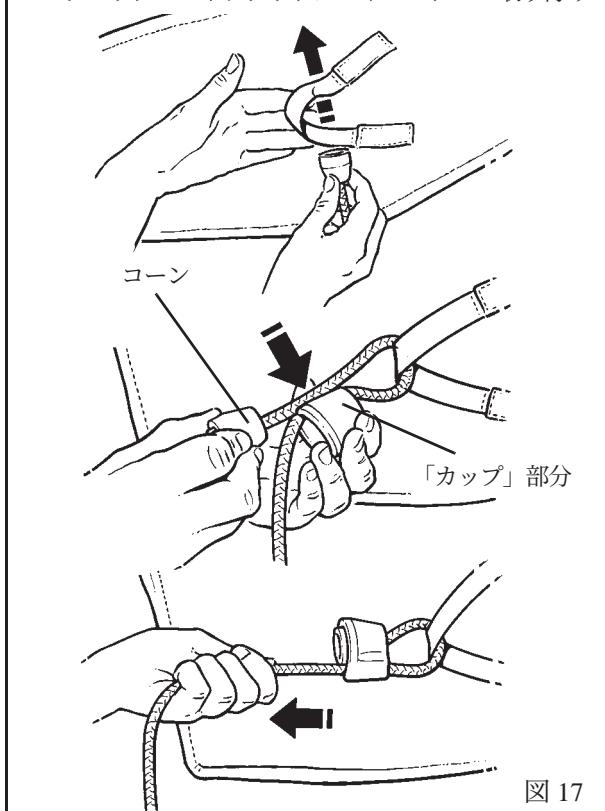
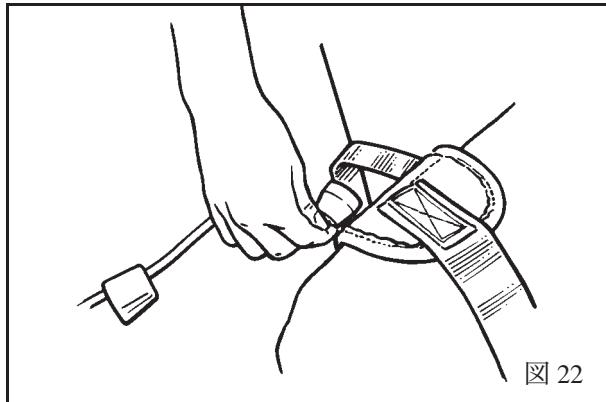

図 17
図 22
警告：コーンをカップセクションへしっかり取り付けます。(図 17 参照)
取り付けひもを順番にスリングに取り付けます。(図 17 参照)
1. スリングの各脚部セクションにある取り付けストラップを確認して、右側の取り付けコードを左側のストラップに取り付け、反対側も同じようにコードを取り付けます。（コードの取り付けについては、図 22 および図 17 を参照してください）
- スリング本体の両側にある取り付けストラップを確認して、コードを取り付けます（図 17 に示すループロック方法を参照）。両方のコードを正しく取り付けたら、コードの緩みを取るために両方のコードを等しく調節します。但し、患者を前方に引っ張らないでください。
- 警告：**取り付けコードをコードロック用止め具にロックしてください。（図 17 参照）